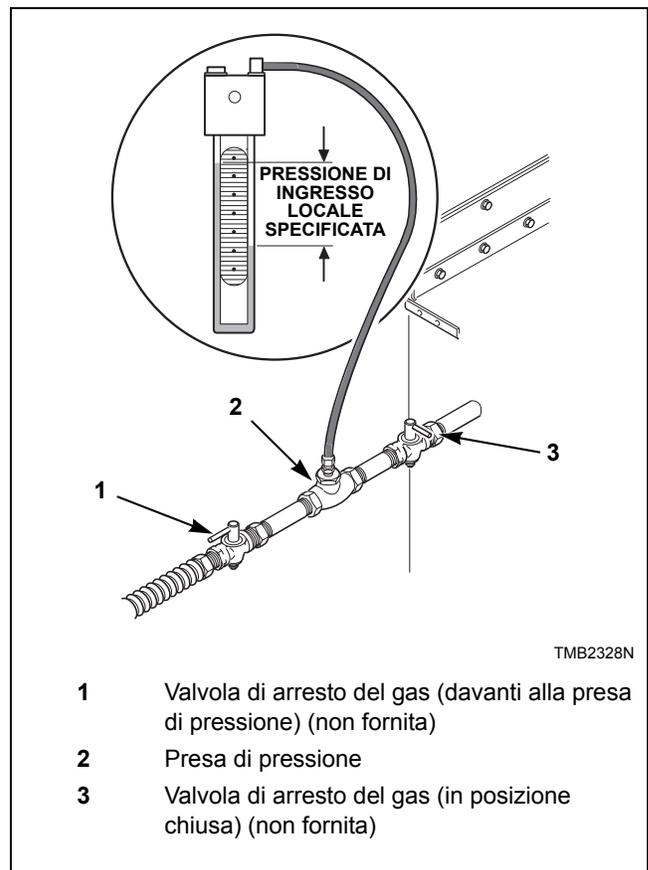

Figura 15
1. Staccare l'alimentazione elettrica sull'asciugatrice. Chiudere la valvola di arresto del gas all'asciugatrice a tamburo. Consultare la *Figura 15*.